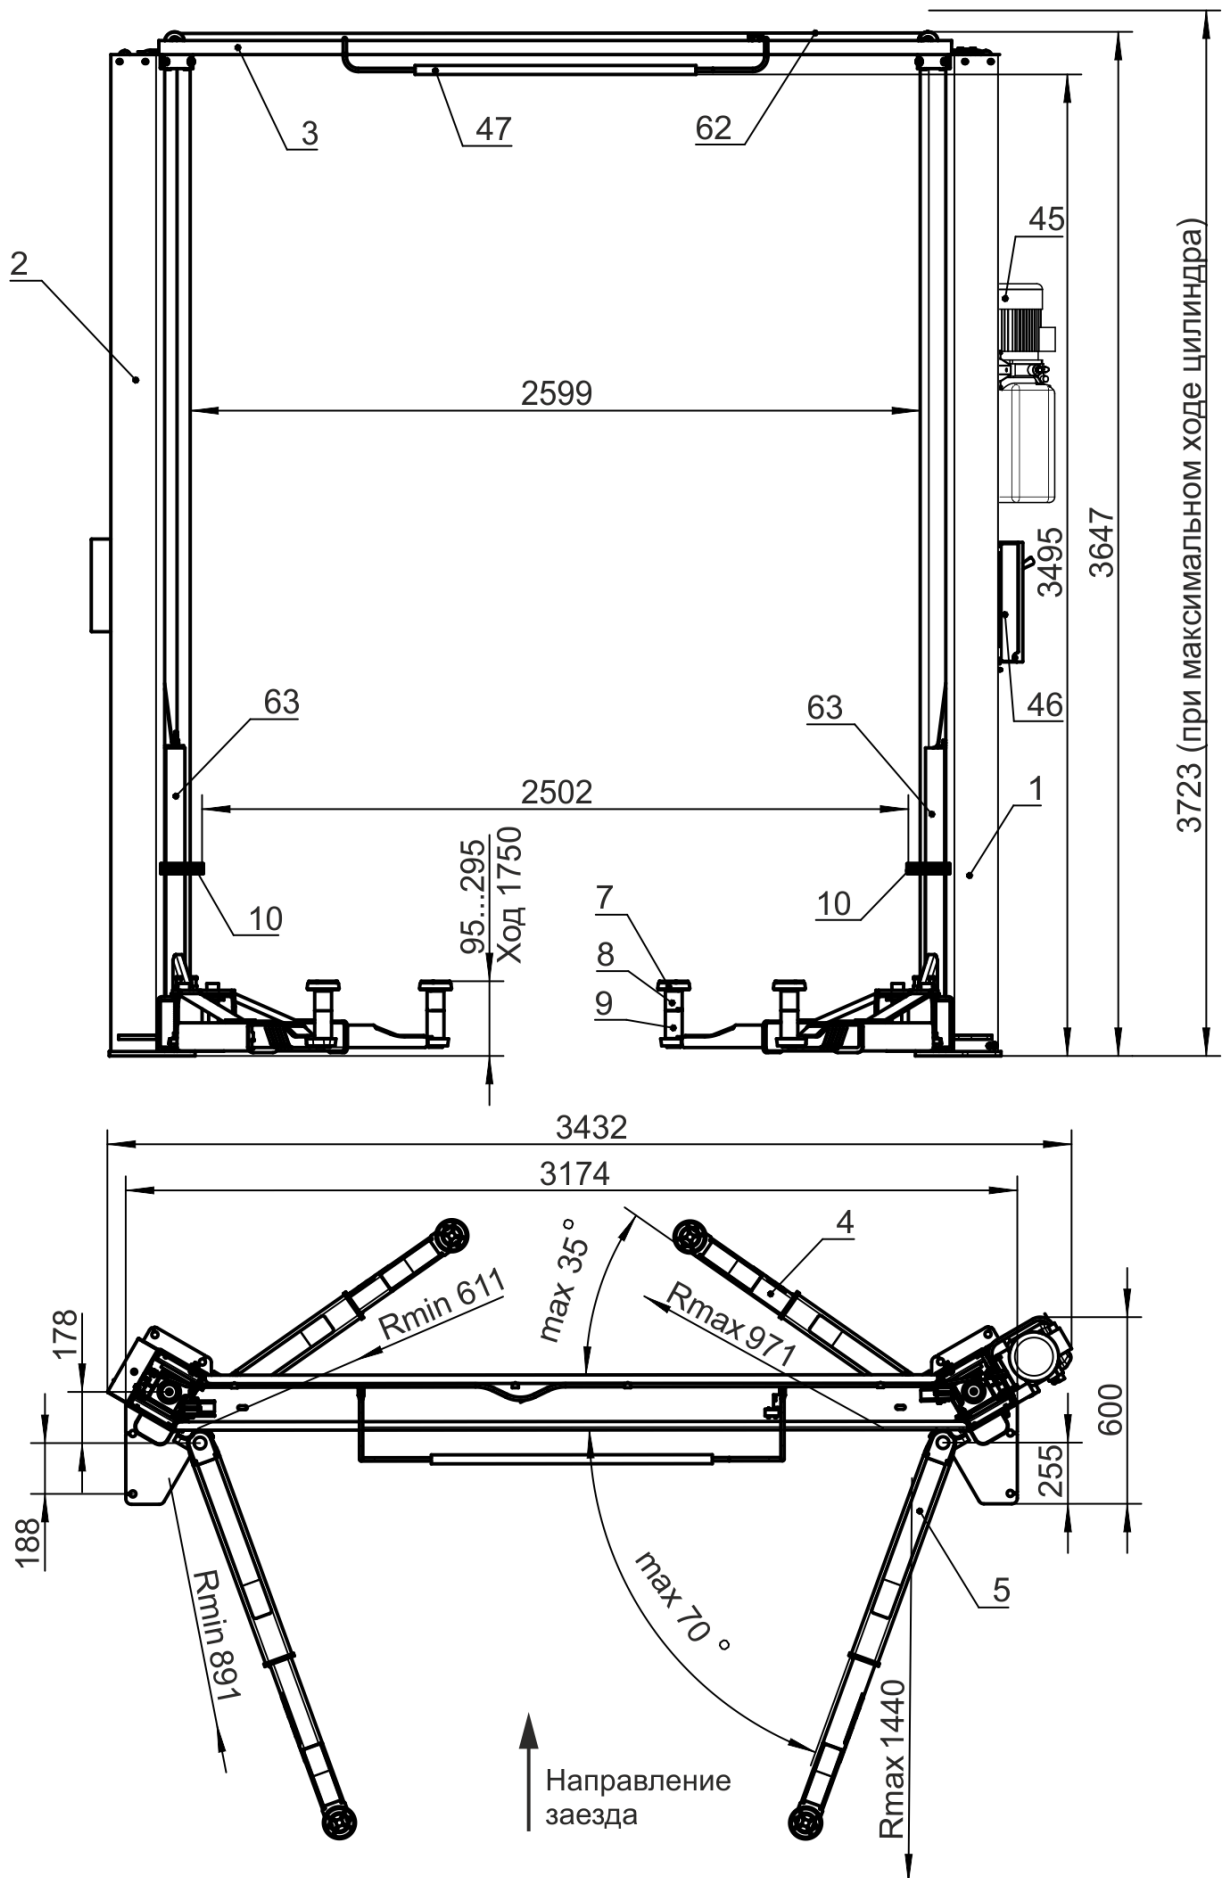
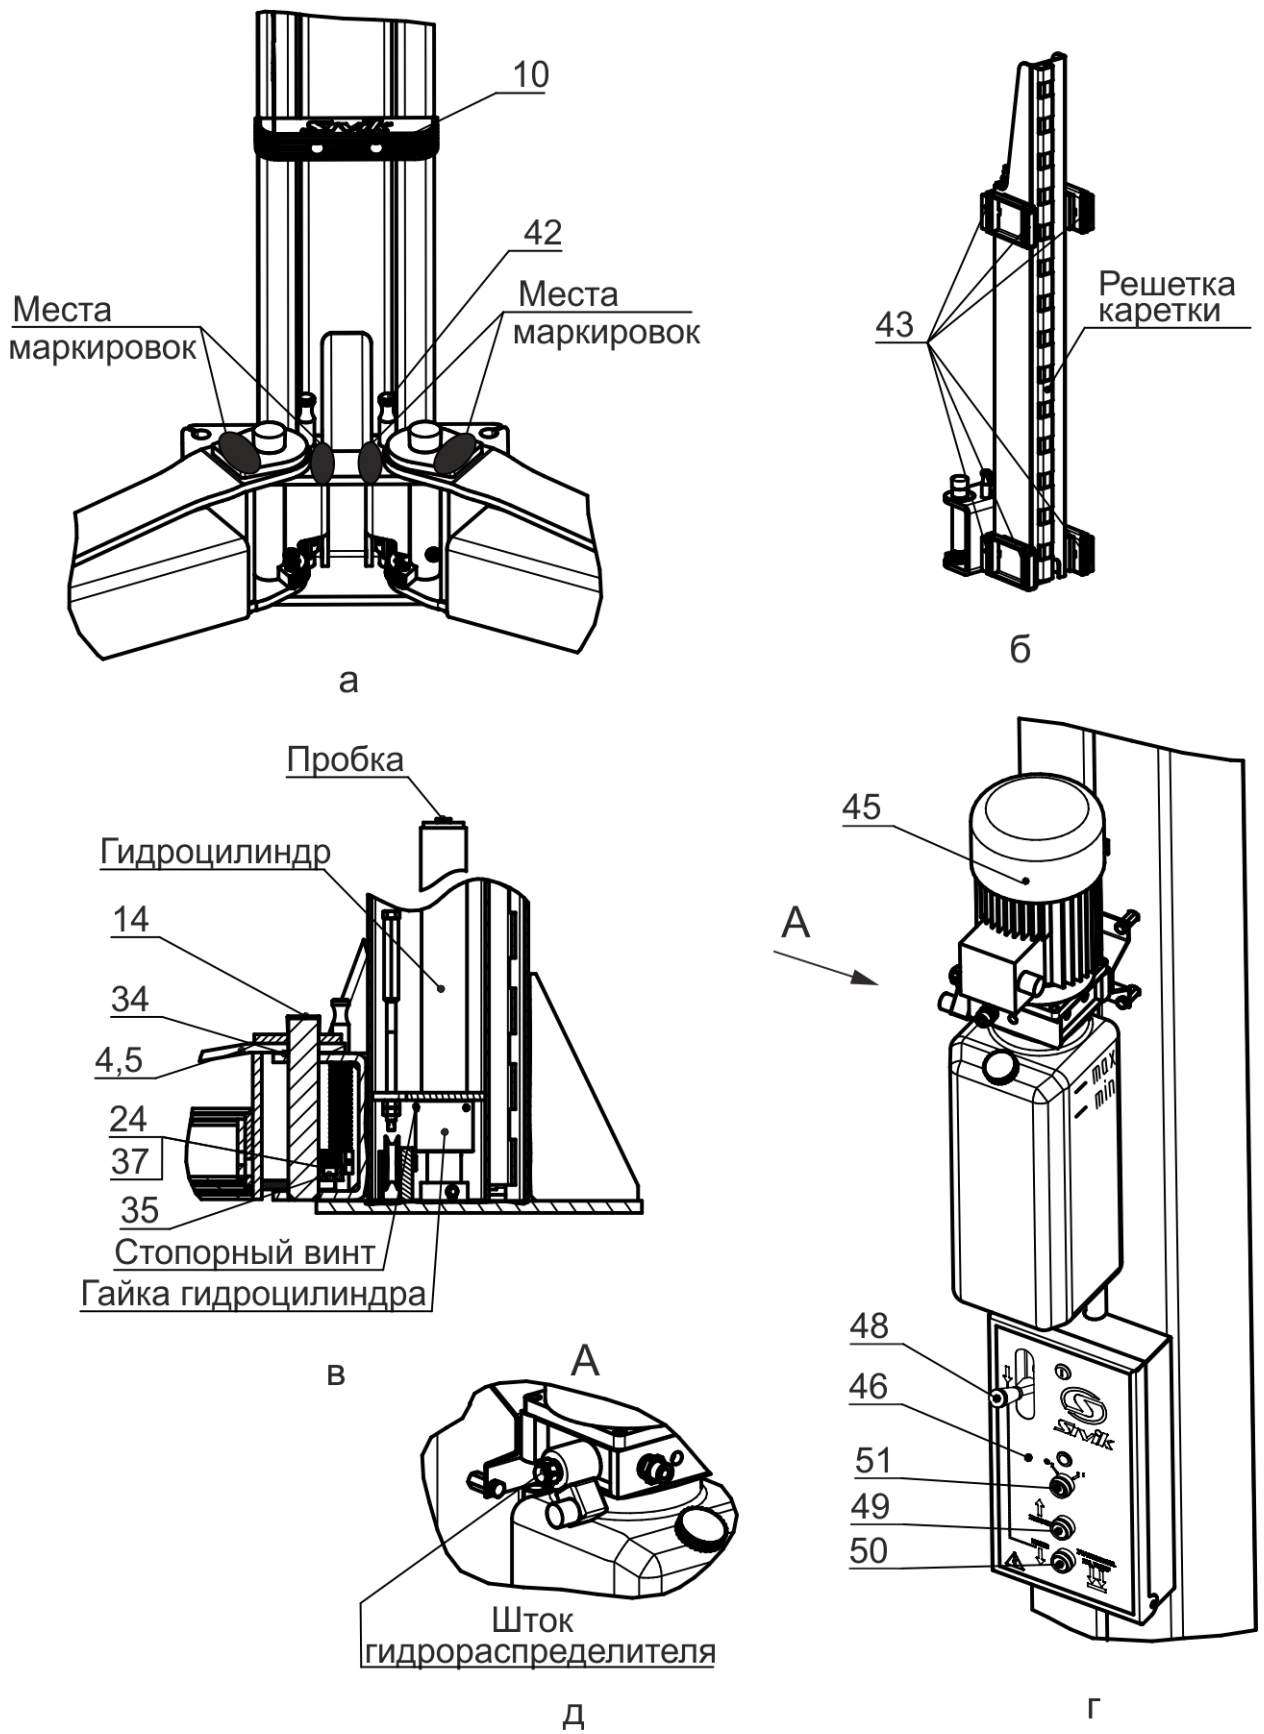

Рисунок 3.1 - Общий вид подъемника
Рисунок 4.1 – Виды подъемника
Подъемник (рисунок 3.1) состоит из двух стоек коробчатого сечения - правой 1 и левой 2, соединенных между собой перекладиной 3. В стойках размещены каретки 63 с закрепленными на них поворотными телескопическими подхватами 4 и 5 разной длины. На концах подхватов 4, 5 установлены опоры 7, подставки опоры 8, 9. Подхваты фиксируются стопорными устройствами 42 (рисунок 4.1 а), автоматически срабатывающими при подъеме автомобиля. При опускании кареток 63 в крайнее нижнее положение происходит автоматическое расстопорение подхватов 4 и 5. Каретки 63 приводятся в движение гидравлическими цилиндрами, установленными внутри стоек. Подъемник снабжен системой 62 тросовой синхронизации движения кареток 63.
Каждая каретка 63 (рисунок 4.1 б) снабжена полиамидными ползунами 43, скользящими по беговым дорожкам стоек 1 и 2. Каретки фиксируются на требуемой высоте стопорами-защелками 44 (рисунок 3.1), закрепленными на стойках 1,2 и входящими в зацепление с решетками на каретках 63.
На правой стойке (рисунок 4.1 г) размещена насосная станция 45 с пультом управления 46. Внутри насосной станции 45 находится клапан предохранительный, предотвращающий перегрузку в гидросистеме. Клапан предохранительный настроен на заданное давление и опломбирован.
- касании автомобилем ограничительной дуги 47 перекладины 3 (рисунок 3.1);
Для предотвращения повреждения дверей автомобиля (при открывании) на каретки 63 установлены накладки 10, фиксируемые винтами М8х30, шайбами 8Г и шайбами 8 (рисунок 3.1 и рисунок 4.1 а).
Управление подъемником осуществляется рычагом 48 (рисунок 4.1 г) и двумя кнопками 49 и 50, установленными в пульте управления 46. Рычагом 48 осуществляется расстопорения кареток 63, а кнопками 49 и 50, подъем (кнопка 49) и опускание (кнопка 50) кареток 63.
**ВНИМАНИЕ!** Перед сборкой проверить затяжку гаек гидроцилиндров и стопорных винтов (рисунок 4.1 в).
Для того чтобы проверить срабатывание упругой тяги 55, необходимо одному человеку прижать рукой защелку 44 к стойке 2, а другому повернуть рычаг 48 (рисунок 4.1 г) на себя. Упругая тяга 55 должна вытянуться на полный ход штока.
При повороте рычага 48 (рисунок 4.1 г) защелки на левой и правой стойки должны срабатывать одновременно. При отпуске рычага 48, защелки на левой и правой стойке должны вернуться в исходное положение. Регулировка проводится выборкой слабины тросика 52 и обжатием петли от вытягивания зажимом 13.
6.9 Открутить пробку бака насосной станции 45 и залить масло (около 12 л) до верхней метки «МАХ» (рисунок 4.1 г). Уровень масла контролировать визуально. Установить пробку бака на место.
- кратковременным нажатием на кнопку 49 (двигатель должен работать, вращение крыльчатки по стрелке на кожухе эл. двигателя, а из бака должно убывать масло, рисунок 4.1 г).
- отвернуть пробки у каждого гидроцилиндра на один оборот (рисунок 4.1в)
6.13 Подхваты 4 и 5 установить согласно маркировки, предварительно одев шайбу 34 на ось каретки, как представлена на рисунке 4.1а и зафиксировать секторами 40 к подхватам 4 (рисунок 4.1в). Сектора фиксировать винтами 24 и шайбами 37. Допускается разно-высотность подхватов до 10 мм. Убедитесь, что подхваты фиксируются стопорными устройствами 42.